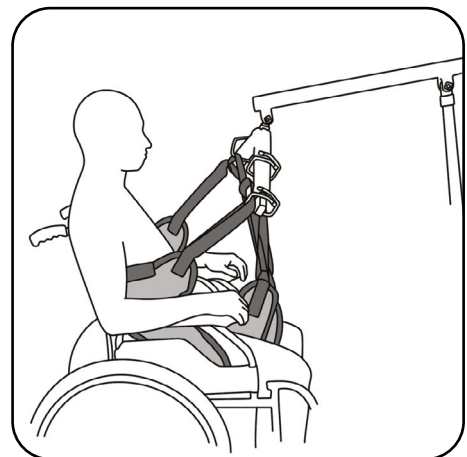

Abb. 8.2.02 – Liftergurt hinter dem Rücken des Patienten positioniert
6. Führen Sie die Beinstützen von außen nach innen unter den Oberschenkeln des Patienten durch, so dass die Beinschlaufen zwischen den Oberschenkeln liegen. Achten Sie darauf, dass die Beinschlaufen gleich lang sind. Straffen Sie die Beinstützen durch seitliches Ziehen, damit sie faltenfrei anliegen. Ordnen Sie die Schulter-schlaufen rechts und links von den Schultern des Patienten an (Abb. 8.2.02).
8. Hängen Sie die Beinschlaufen über Kreuz, entsprechend dem Kapitel Vorbereitung Abschnitt **Transportbügel der aks-Patientenlifter**, an die Haken des Transportbügels (Abb. 8.2.02). Achten Sie dabei auf die gleiche Einhängeweise. Diese erkennen Sie an der farblichen Kennzeichnung der Schlaufen (siehe Kapitel Vorbereitung Abschnitt **Gurtschlaufen**).
9. Hängen Sie die Schulterschlaufen, entsprechend dem Kapitel Vorbereitung Abschnitt **Transportbügel der aks-Patientenlifter**, an die Haken des Transportbügels (Abb. 8.2.02). Achten Sie auch hier auf die gleiche Einhängeposition der Schlaufen. Diese erkennen Sie an der farblichen Kennzeichnung der Schlaufen (siehe Kapitel Vorbereitung Abschnitt **Gurtschlaufen**).